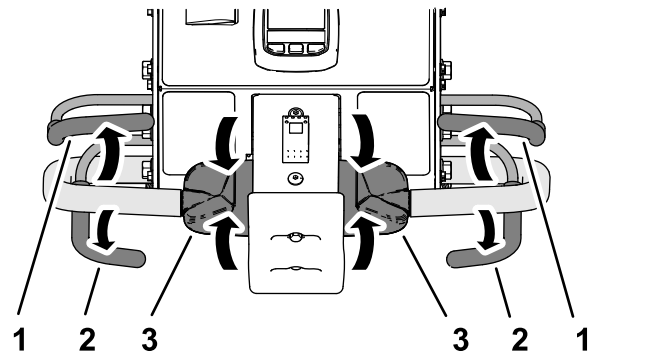

Figure 86
1. Si l'aération est en cours, relâchez la barre de commande d'aération (Figure 86) pour relever la tête d'aération ; voir Levage de la tête d'aération \(page 46\).